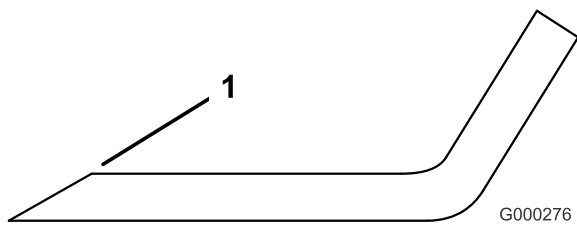

Bild 57
1. Schärfen Sie die Schnittkante an beiden Enden des Schnittmessers mit einer Feile (Bild 57). Behalten Sie den ursprünglichen Winkel bei. Das Schnittmesser behält seine Auswuchtung bei, wenn von beiden